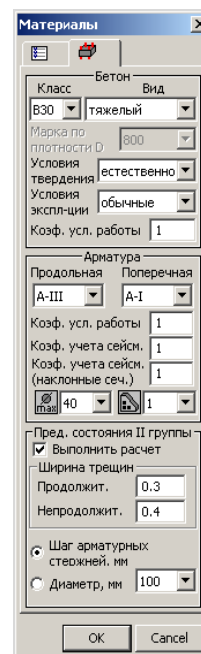

Рис.6.2.1. Окно диалога **Материалы**
- В окне диалога **Материалы** (рис.6.2.1) в обеих закладках проанализируйте выводимые на экран данные.